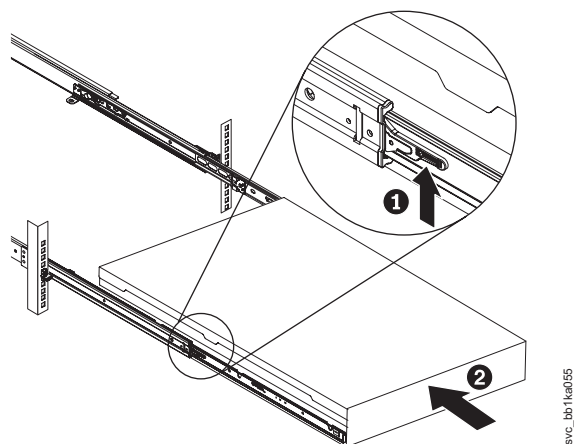

図 255. ラックのスライド・レールの SAN ボリューム・コントローラー 2145-CF8 ロック・レバーを上げる
17. スライド・レール上のロック・レバー (310 ページの図 255 の **1**) を上げて、サーバー **2** を、所定の位置にカチッと音を立てて収まるまで、ラック内に完全に押し込みます。